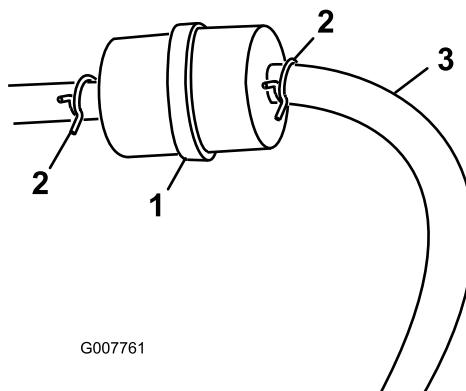

図 27
3. 古いフィルタのクランプをゆるめて脇に寄せる(図 27)。
5. 新しいフィルタをホースに取り付け、クランプで固定する(図 27)。
3. 燃料フィルタについているクランプをゆるめ、フィルタからはずす（図 27）。
4. 燃料フィルタから燃料ホースを抜き取る（図 27）。
**注** 落ちてくるガソリンをガソリン容器または廃油受けに受ける（図 27）。
5. フィルタに燃料ホースをつなぎ、クランプで固定する（図 27）。